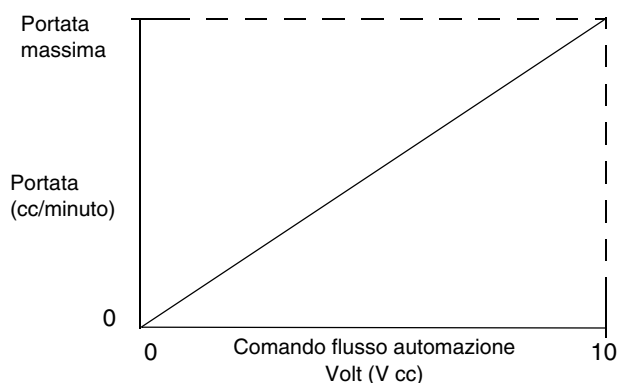

FIG. 18
3. Calcola un rapporto lineare tra la tensione di ingresso analogica dell'automazione e la portata desiderata. Fare riferimento a FIG. 18.